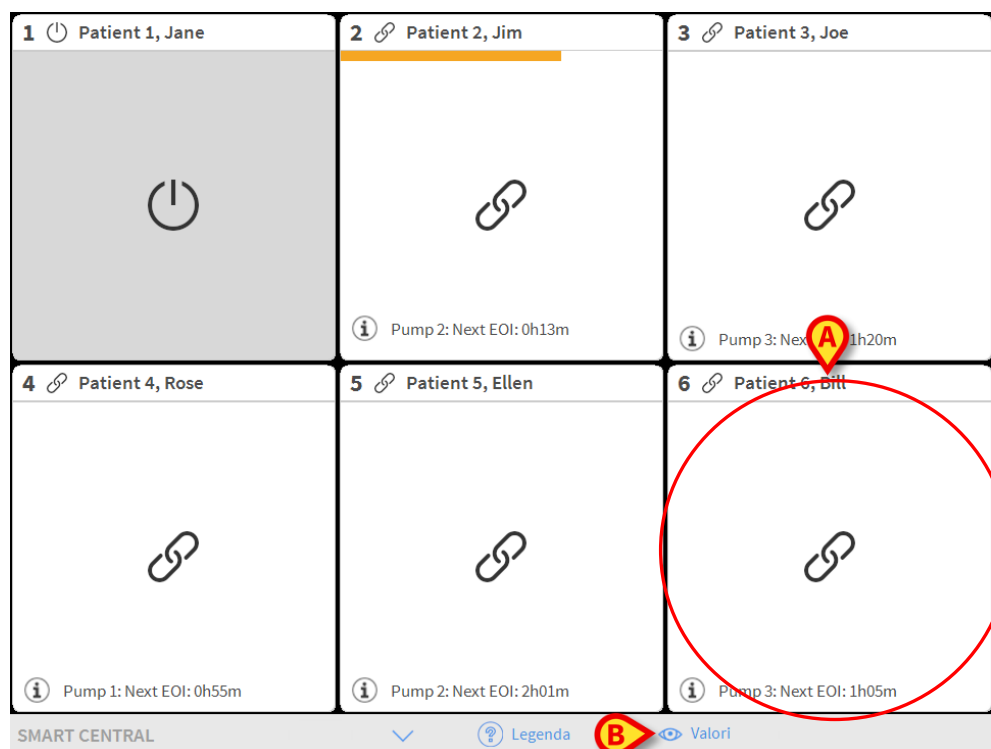
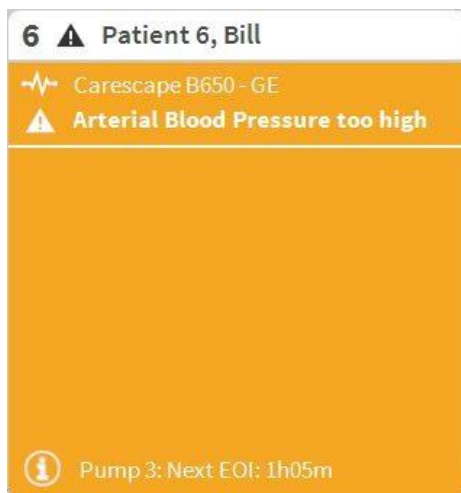
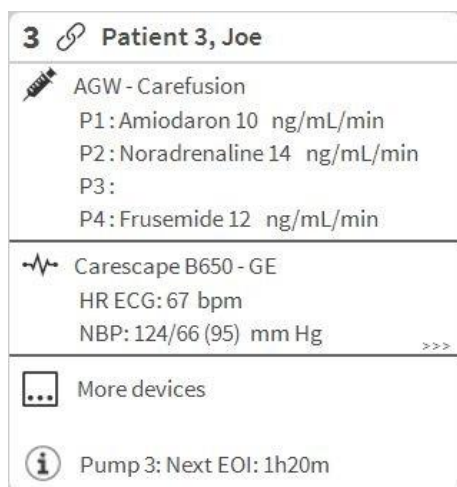

Fig 44
Fig 47
Fig 50
Si aprirà così la schermata “Smart Central”, mostrata in Fig 44.
La schermata “Smart Central” mostra una rappresentazione schematica dello stato dei dispositivi collegati ai pazienti del reparto (Fig 44).
La schermata è suddivisa in aree rettangolari, chiamate “Area letto” (Fig 44 **A**). Ogni area si riferisce ad un letto e contiene informazioni sui dispositivi collegati al paziente ammesso a quel letto. Di default sono mostrati soltanto i dati che si riferiscono a dispositivi in stato di allarme (Fig 47), e sono visualizzati soltanto i dati relativi all’allarme. Un letto è in stato di allarme se almeno uno dei dispositivi collegati al letto è in allarme. Se due o più allarmi si verificano nello stesso momento nello stesso letto, è notificato l’allarme con più alta priorità.
È possibile visualizzare tutti i dati disponibili (sia che si riferiscano ai letti che non sono in stato di allarme, sia che si riferiscano ai dispositivi non in allarme sui letti visualizzati come “in allarme”) cliccando il pulsante **Valori** sulla barra comandi (Fig 44 **B**).
- Cliccare il pulsante **Valori** sulla barra comandi (Fig 44 **B**).
Ogni “Area letto” mostra alcuni dei dati inviati dai dispositivi collegati al paziente (Fig 47). Il tipo di dati visualizzati dipende dal tipo di dispositivo e dalla sua configurazione.
Se l’Area Letto è gialla, come in Fig 47, significa che c’è almeno un allarme con media priorità e nessun allarme con priorità alta, e nessun allarme, proveniente dai dispositivi collegati.
Per mostrare I dati dei dispositivi su questi letti, cliccare il pulsante **Valori** sulla barra comandi (Fig 44 **B**). L'area Letto apparirà come in Fig 50.